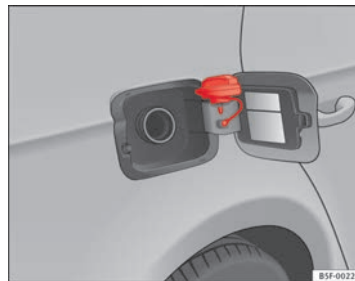

Abb. 106 Tankklappe mit aufgestecktem Tankverschluss
- Platzieren Sie den Verschluss in der Aussparung, die sich im Scharnier des geöffneten Tankdeckels befindet → Abb. 106.